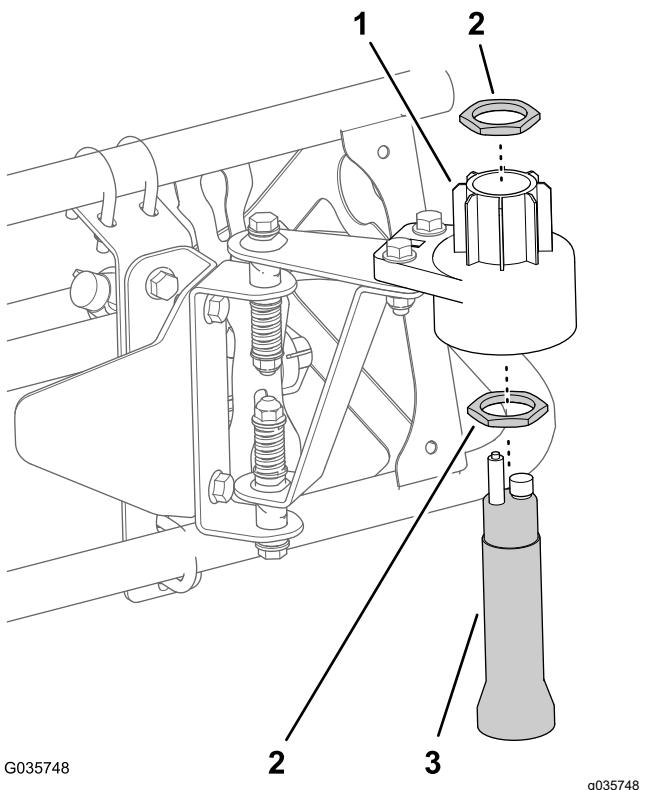

Figura 20
- A. Montate un dado grande sul sensore (Figura 20).
- B. Inserite il sensore sul vano del sensore inferiore (Figura 20).
- D. Montate l'altro dado grande sul sensore (Figura 20).